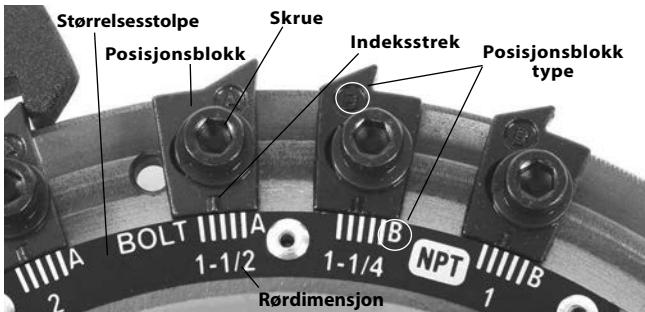

Figur 14 – Sette inn gjengebakker
5. Sett passende gjengebakker inn i gjengehodet, nummerert kant opp inntil indikatorlinjen er i flukt med kanten på gjengehodet (se figur 14). Tallene på gjengebakken må stemme med tallene på sporene på gjengehodene. Skift alltid gjengebakken som sett – ikke miks gjengebakker fra ulike sett.